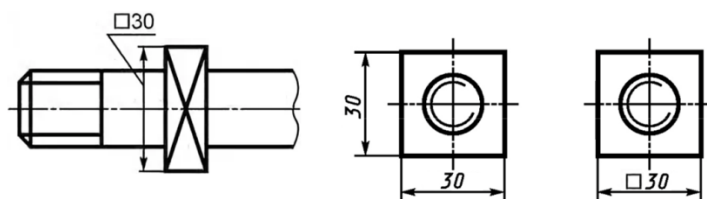

Рис. 6
- Размеры квадрата наносят, как показано на рис. 6. Высота знака « \square » должна быть равна высоте размерных чисел;